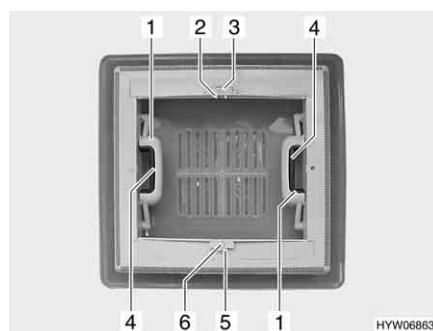

Fig. 22 Oblò a scatto
Apertura: ■ Premere la chiusura a scatto (Fig. 22,4) verso l'interno dell'oblò. Premere contemporaneamente verso l'alto l'oblò con la maniglia (Fig. 22,1).
Chiusura: ■ Tirare con forza verso il basso le due maniglie (Fig. 22,1) dell'oblò, fino a quando non scattano entrambe le chiusure.
Chiusura: ■ Premere l'arresto (Fig. 22,5) verso il lato esterno dell'oblò.
■ Tirare l'oscurante a rullo per la maniglia (Fig. 22,6) fino alla maniglia contrapposta della zanzariera a rullo (Fig. 22,2) e farla innestare.
Apertura: ■ Serrare la maniglia (Fig. 22,2). L'arresto si sblocca.
■ Ricondurre lentamente l'oscurante a rullo accompagnandolo con la maniglia (Fig. 22,6).
- Premere l'arresto (Fig. 22,3) verso il lato esterno dell'oblò.
- Tirare la zanzariera a rullo per la maniglia (Fig. 22,2) fino alla maniglia contrapposta dell'oscurante a rullo (Fig. 22,6) e farla innestare.
- Serrare la maniglia (Fig. 22,2). L'arresto si sblocca.
- Ricondurre lentamente la zanzariera a rullo accompagnandola con la maniglia (Fig. 22,2).